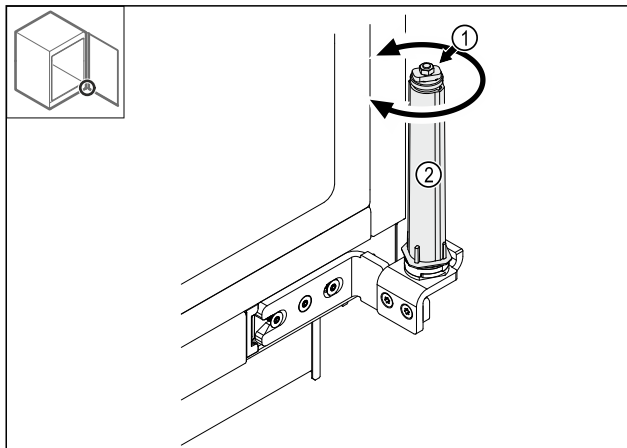

Fig. 38
- Ne pas démonter le raccord vissé Fig. 38 (1) du système de fermeture.
- Faire tourner le système de fermeture Fig. 38 (2) jusqu'à entendre un clic.